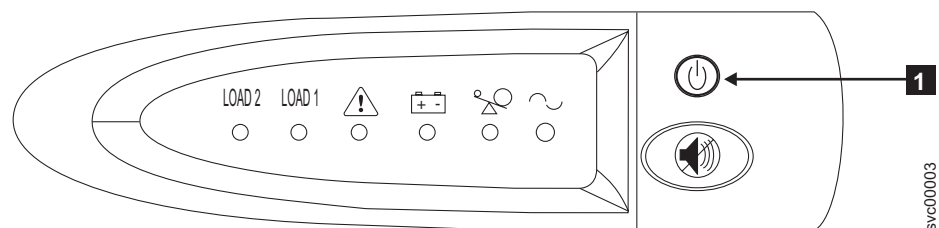

図 199. 2145 UPS-1U フロント・パネル・アセンブリー
1. 2145 UPS-1U の前面で、電源ライトが消えるまで (約 5 秒)、「オン/オフ」ボタン (図 199 の **1**) を押し続けます。2145 UPS-1U は待機モードになります。